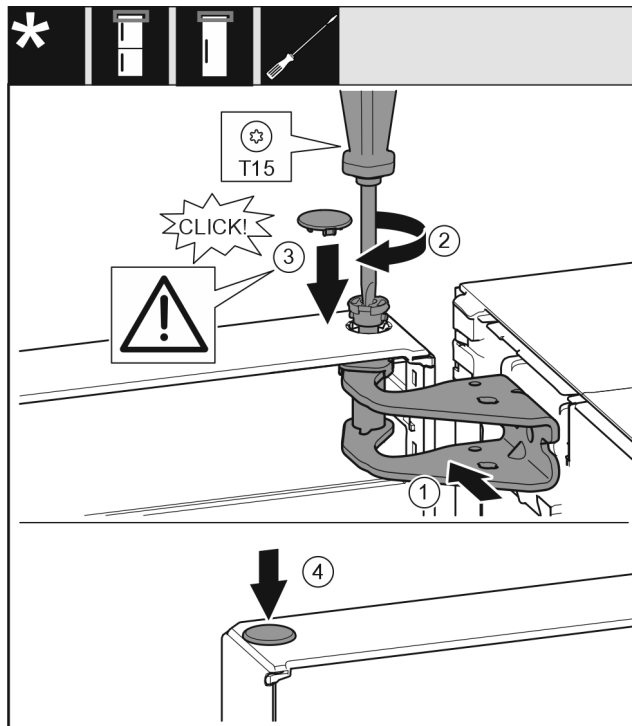

Fig. 19
- ▶ Dveře nahore vyrovnejte s otvorem ve stojanu ložiska. Fig. 19 (1)
- ▶ Vložte čep a pevně jej utáhněte šroubovákem T15. Fig. 19 (2)
- ▶ K zajištění dveří namontujte bezpečnostní kryt: Bezpečnostní kryt nasadte a zkontrolujte, zda přiléhá na dveře. V opačném případě čep zcela zasuňte. Fig. 19 (3)
- ▶ Vložte zátku. Fig. 19 (4)